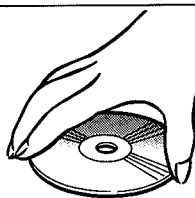

Fig.1
- N'utiliser que des compact discs (discs audio numériques optiques) portant la marque indiquée ci-dessous. (Fig. 1)